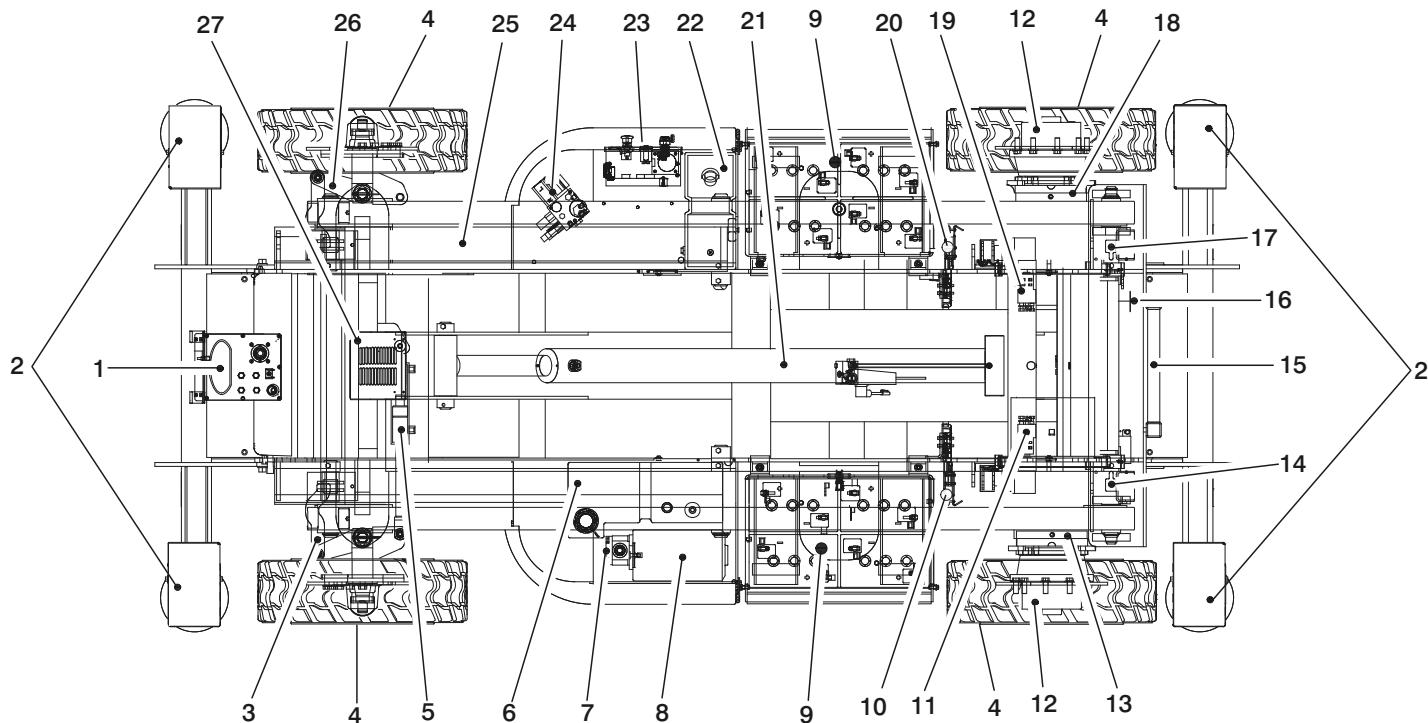

Рисунок 2-1. Ежедневный обход – лист 1 из 3
- 5. Обход машины** – см. рис. 2-1.